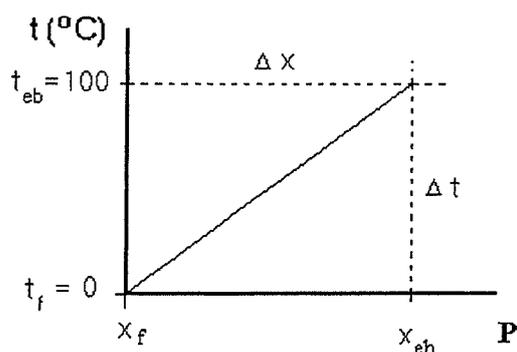

Figura 7.1. Curva de calibração de termômetros, a pressão de 1,00 atm para a água pura.
São definidos dois pontos fixos de temperatura reais (t) associados a dois estados térmicos diferentes e facilmente realizáveis de uma substância, cuja propriedade termométrica (x) se vai medir. Em geral, esses pontos fixos, reais, são: o ponto de fusão (t_f) do gelo e o ponto de ebulição (t_{eb}) da água. Nesta escala de graus Celsius, ao t_f atribui-se $0,00^{\circ}\text{C}$ e ao ponto t_{eb} , $100,00^{\circ}\text{C}$ na pressão ambiente de $1,00 \text{ atm}$ ($760,0 \text{ mm Hg}$). Cuidado, a dependência da fusão com a pressão ambiente é quase nula, no entanto, a t_{eb} varia bastante com a pressão (deve-se buscar na literatura o valor da temperatura de ebulição da água na pressão correspondente, Handbook). Aos estados térmicos representados por t_f e t_{eb} está associada a variação da propriedade termométrica (P) x_f e x_{eb} . Para o caso do termômetro de mercúrio em graus Celsius pode-se estabelecer a lei da correspondência colocando-se os valores t_f e t_{eb} no eixo das ordenadas, y (correspondentes à fusão e à ebulição reais na pressão ambiente, respectivamente) e os pontos correspondentes x_f e x_{eb} no eixo das abscissas, x (valores medidos com o termômetro em calibração), Figura 7.1.